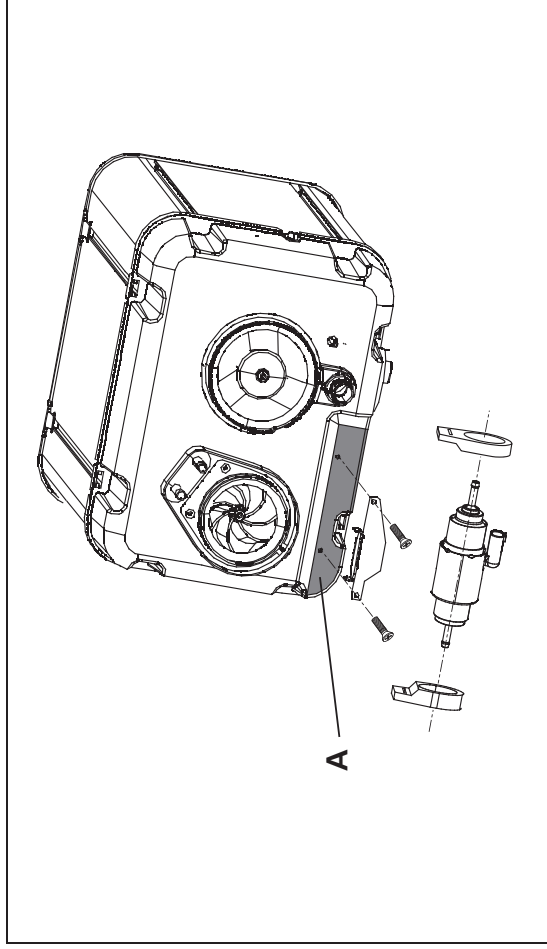

Fig. 27: Emplacement de montage (A) de la pompe à carburant sur l'appareil de chauffage
Le montage de la pompe à carburant sur l'appareil de chauffage (voir Abb. 27, "Emplacement de montage (A) de la pompe à carburant sur l'appareil de chauffage") n'est autorisé que si la longueur du côté aspiration de la conduite de carburant n'est pas supérieure à 1,4 m.